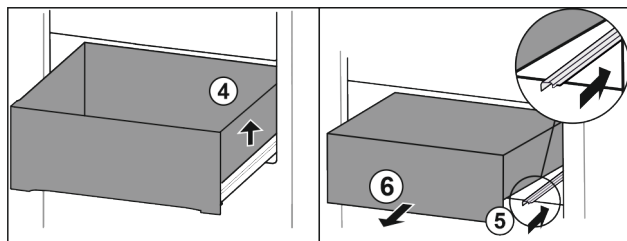

Fig. 106
- ▶ 抬起抽屉右侧。 Fig. 106 (4)
- ▶ 推入右侧轨道。 Fig. 106 (5)
- ▶ 朝前取出抽屉。 Fig. 106 (6)